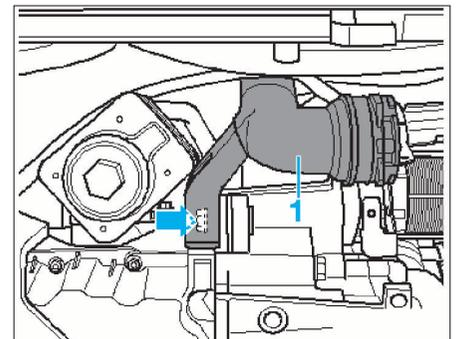

FIG. 6
- Déposer la vis du tuyau de guidage d'air gauche (1) (Fig.6).